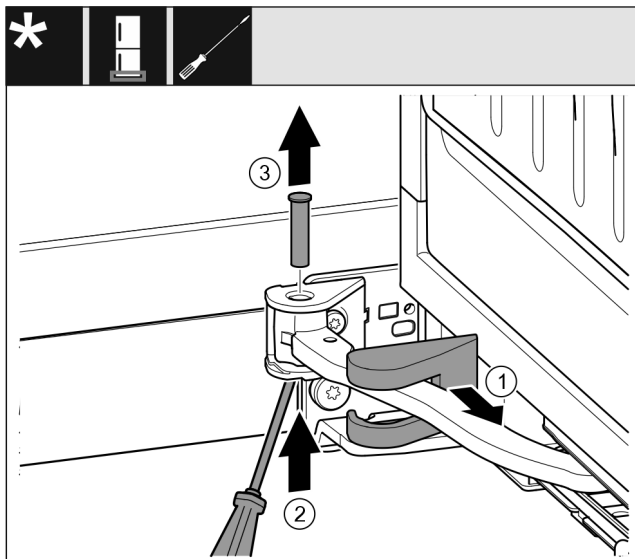

Fig. 19
- ▶ Снимите крышку опорного кронштейна Fig. 19 (1) и переместите вдоль шарнира.
- ▶ Отверткой приподнимите палец Fig. 19 (2) снизу.
- ▶ Извлеките палец Fig. 19 (3) сверху.